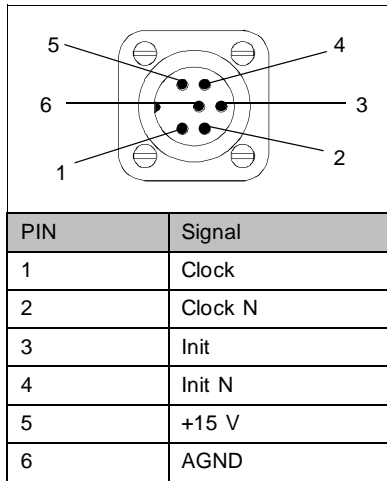

Bild 11/Fig. 11
- Verkabeln Sie den Erdungsanschluß (10) mit Erdpotential.
- Verkabeln Sie den Meßsystemanschluß mit dem Achscontroller SPC 100. Hierzu ist nur das Originalkabel zu verwenden. PIN-Belegung siehe Bild 11.
- Connect the earthing cable (10) to earth potential.
- Connect the measuring system cable to the axis controller SPC 100. Only the original cable may be used here. For pin assignment see Fig. 11.